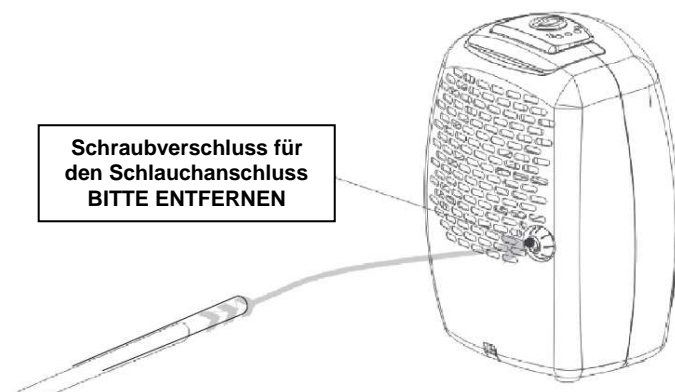

Abb. 1
- 3.3. Lösen Sie den Schraubverschluss an der hinteren rechten Seite des Entfeuchters. (Siehe Abb. 1)